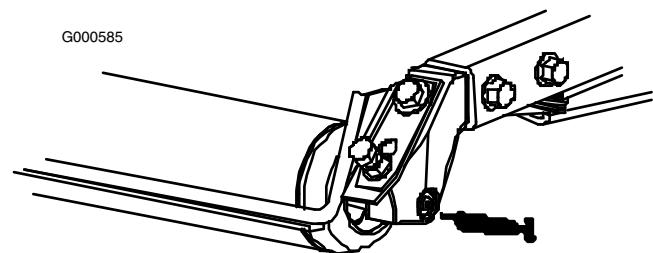

図 26
- ・ 後ローラのベアリング (各カッティングユニットに2ヶ所) (図 26)
**注** ローラの注入部 (図 26) 面一フィッティングなので、グリスガン用ノズル・アダプタが必要です。パート番号は P/N 107-1998。ご注文は Toro 代理店へ。